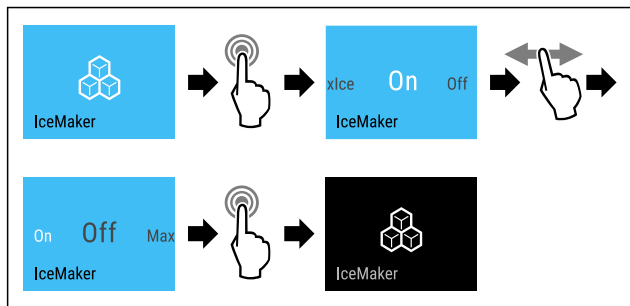

Fig. 20 Ilustrační zobrazení s aktivní funkcí IceMaker
- ▶ Proved'te akční kroky (viz Fig. 20).